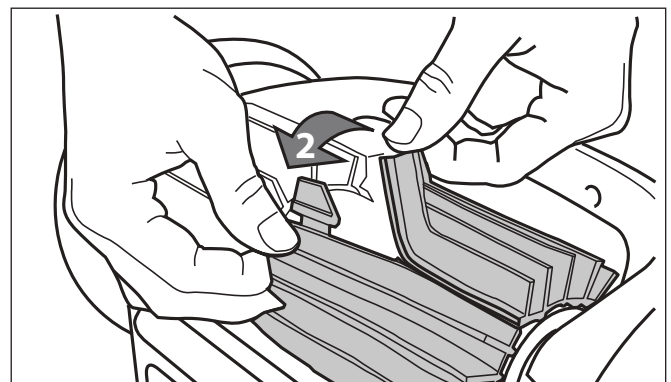

Figura 21. Desenganche las lengüetas del cepillo
2. Separe los bordes del cepillo y desenganche las lengüetas (Figura 21). Retire los cepillos gastados.